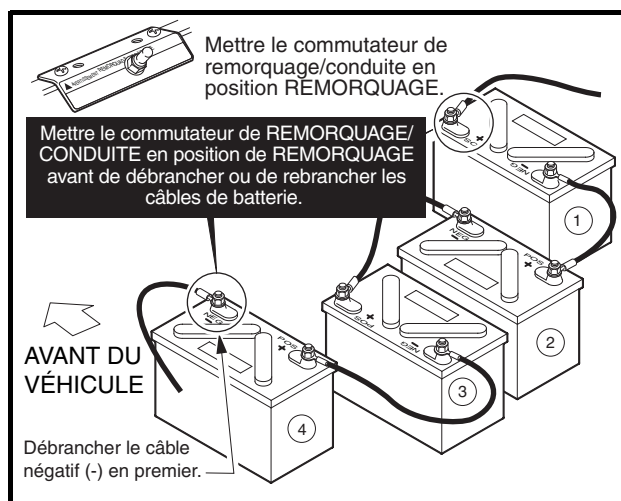
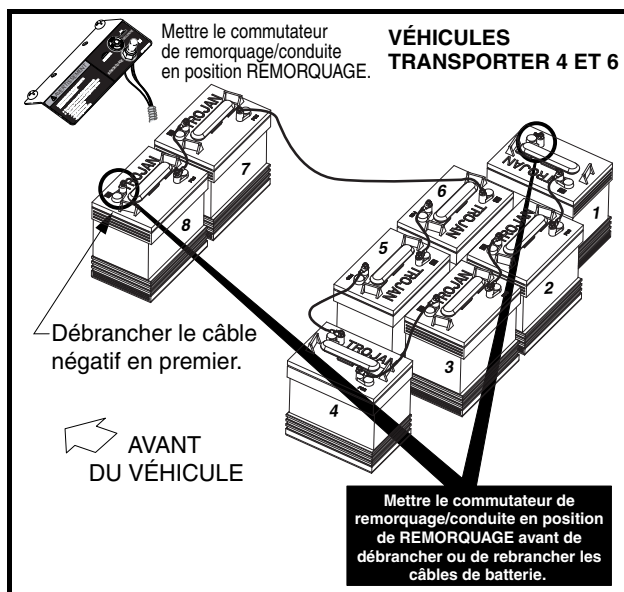
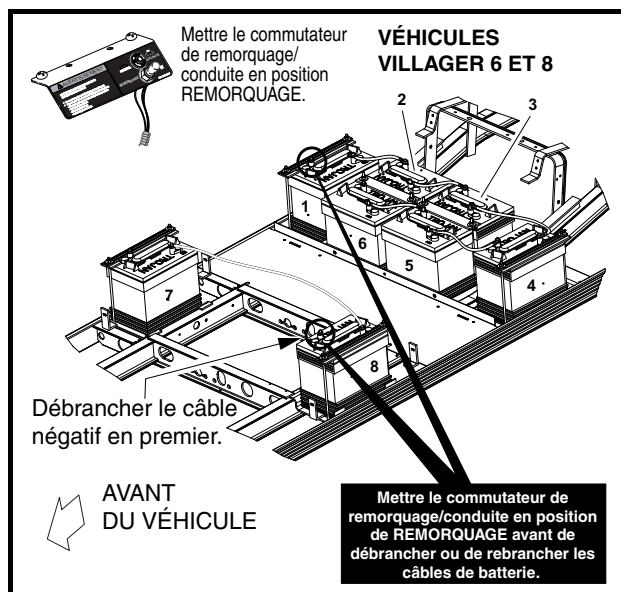
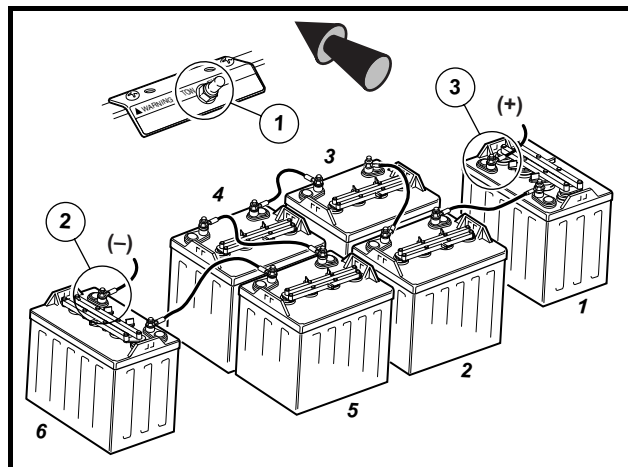

Figure 2 Véhicule IQ System – configuration de batterie de 12 volts
Figure 3 Véhicule électrique IQ Plus
Figure 4 Véhicule électrique IQ Plus
Figure 5 Véhicule électrique - 6x8-V
- Pour éviter un démarrage accidentel du véhicule, débrancher les batteries comme illustré (Figure 2, Figure 3 ou Figure 4, Figure 5).